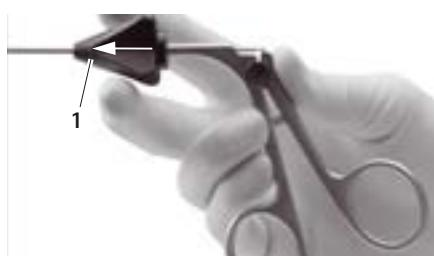

Abb. 9
- Drehstern 1 nach vorne gleiten lassen, siehe Abb. 9. Dabei sicherstellen, dass der Schaft 5 sicher im Griff 2 arretiert ist und sich auch unter Zug nicht mehr lösen lässt.